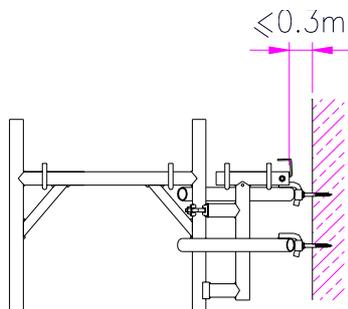

**Bild 11:** Gerüsthalter 0,6m
2.4.6.1 Gerüsthalter (Bild 11+12) werden nur am inneren Ständer (Rahmenrohr) der Gerüst-